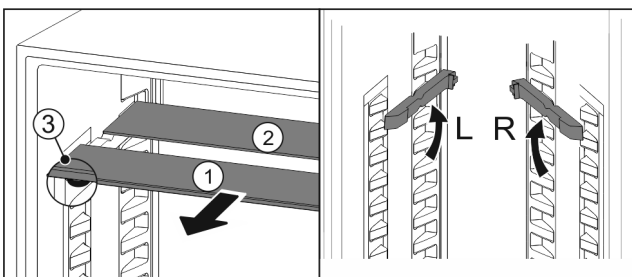

Fig. 54
- ▶ Издърпайте Fig. 54 (1) поотделно стъклените плочи напред.
- ▷ Стъклената плоча Fig. 54 (1) с декоративната лайстна е отпред.
- ▷ Ограничителите Fig. 54 (3) сочат надолу.